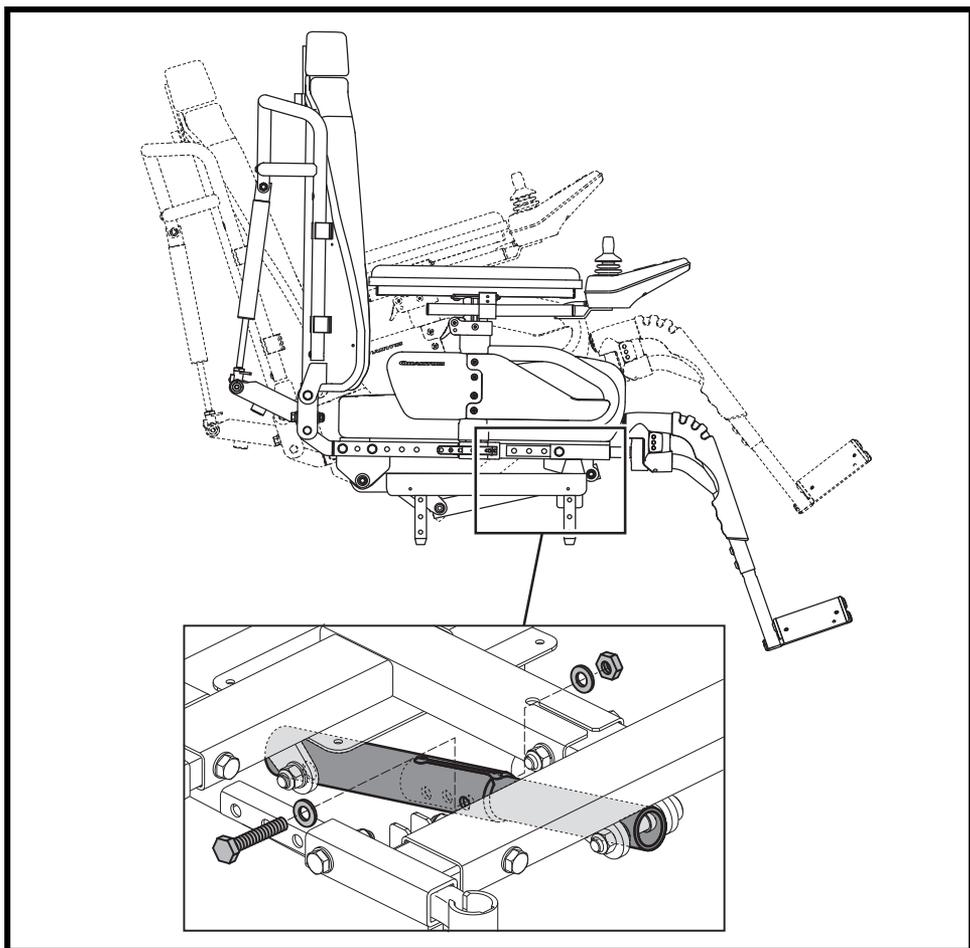

Figure 5. Réglage de l'angle (bascule) du siège
2. Retirez le boulon de réglage du siège. **Voir la figure 5.**